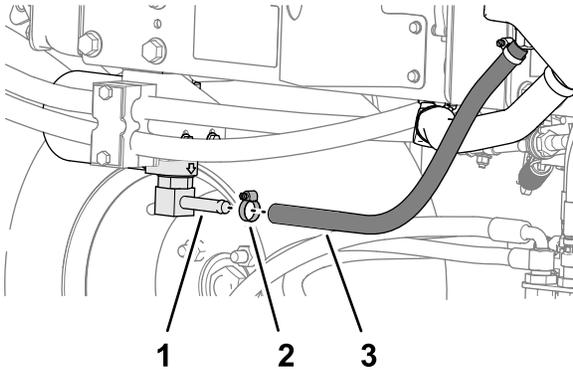
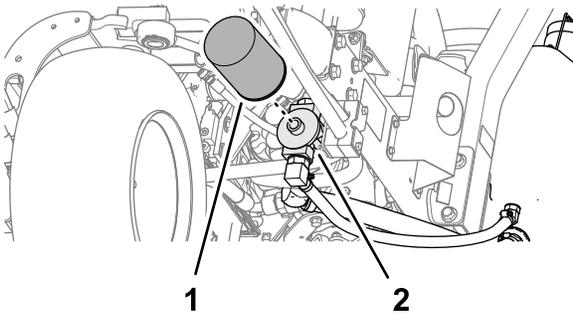

Рисунок 88
Рисунок 89
2. Отсоедините гидравлический шланг (Рисунок 88) или снимите гидравлический фильтр (Рисунок 89) и дайте гидравлической жидкости стечь в сливной поддон.